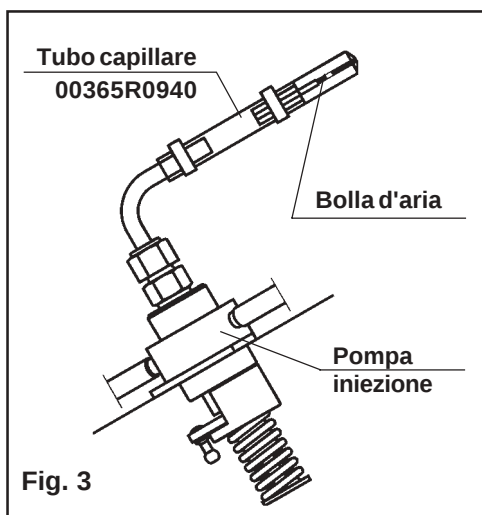

Fig. 3
8. Togliere il tubo iniezione e montare il tubo capillare cod.00365R0940 sul raccordo mandata pompa iniezione (fig. 3).
13. Scrollare il tubo capillare fino a che, al suo interno, si formi una bolla d'aria (fig. 3).